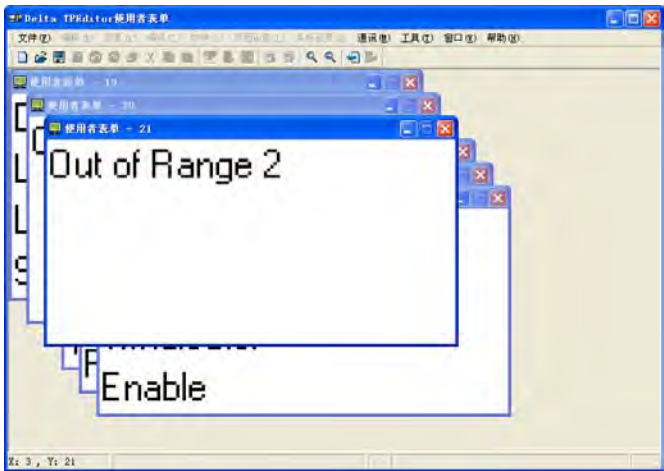

图 3-4 用户菜单
- (1) 单击 文件 (E) > 用户菜单设置 (U) 选项，目前支持 TP-02、TP-04 系列、TP-05、TP-08 机型供用户选择，若选择「TP-04」，接着会一次跳出 21 页用户窗体的页面，供用户编辑，如图 3-4。